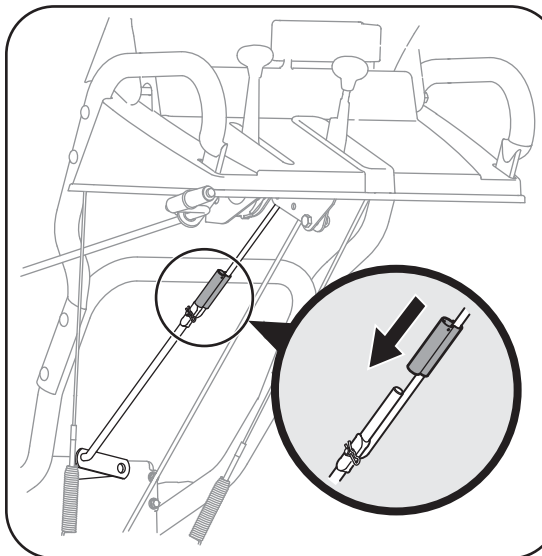

Figure 3-7
- Alignez les tiges du levier de vitesses inférieure et supérieure et abaissez le raccord des tiges sur l'extrémité de la tige du levier de vitesses inférieure. Tapez sur le raccord jusqu'à ce qu'il passe bien à travers la tige du levier de vitesses inférieure. Voir la Figure 3-7.